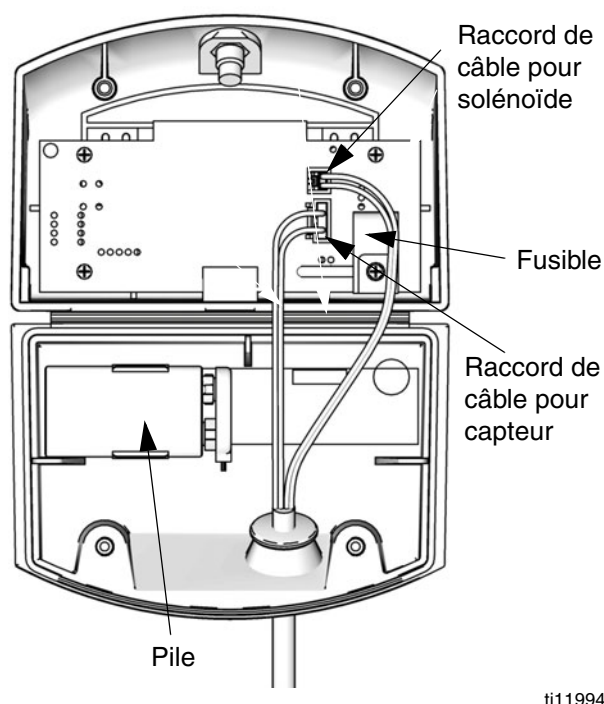

FIG. 12. Emplacement de la pile et du fusible du DataTrak
- Déconnectez la pile usagée et remplacez-la par une autre approuvée. Consultez la FIG. 12.